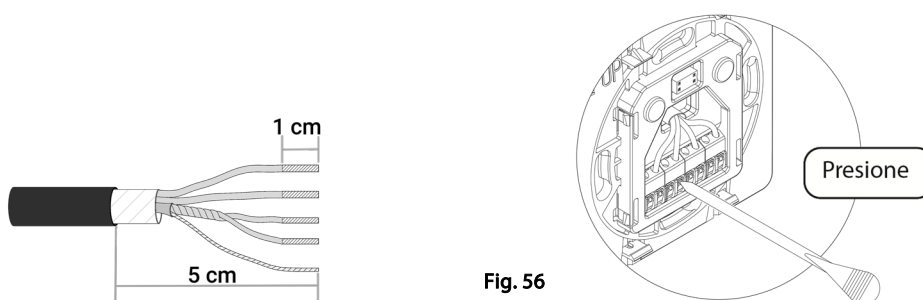

Fig. 56
**Importante:** Utilice el utensilio suministrado para presionar en las pestañas de fijación (Fig. 56).